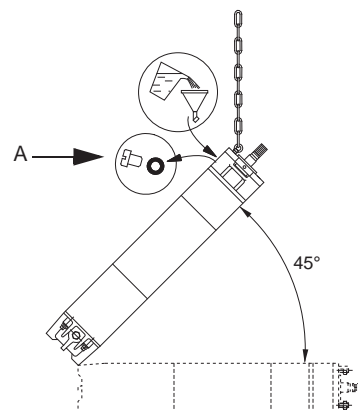

Рис. 8 Положение электродвигателя при заполнении – MMS
1. Установите электродвигатель под углом 45° так, чтобы верхняя часть двигателя была направлена вверх. См. рис. 8.